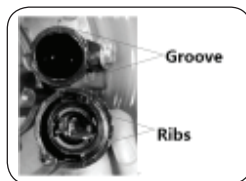

Рис. 10
2. Вставьте щуп в маслосливную горловину, но не поворачивайте его. Рис. 10